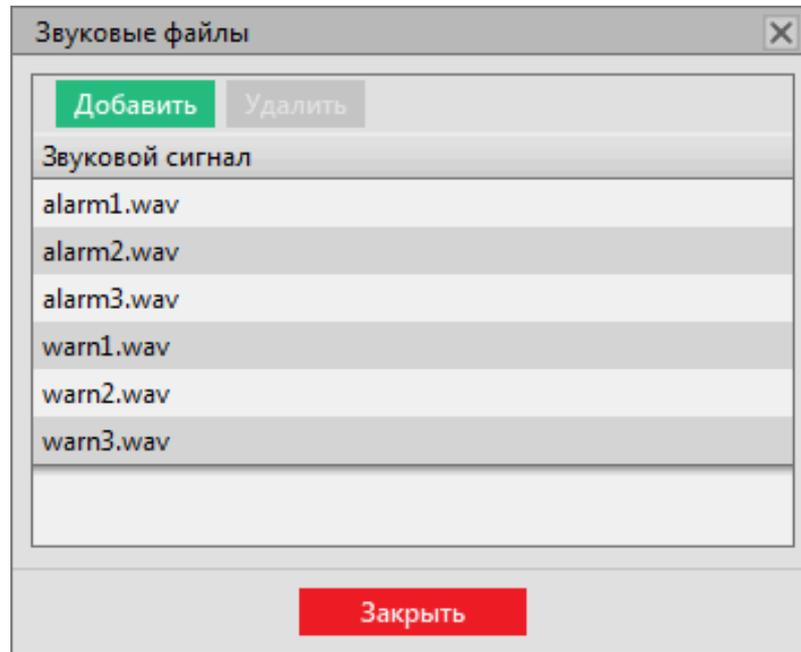

Рисунок 144 - Редактировать список
**Прим.:** Допускается добавить новые файлы звуковой сигнализации: нажмите **Редактировать список** и добавьте новые файлы в формате \*.wav (Рисунок 144).